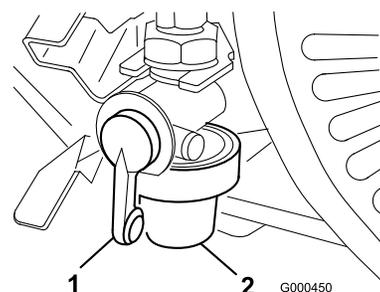

Figura 31
- Cierre la válvula de cierre del combustible y desenrosque el portafiltros del cuerpo del filtro (Figura 31).